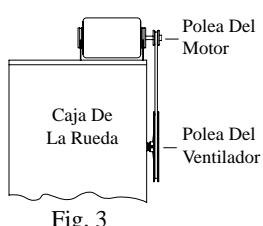

Fig. 3
- Instale la polea del motor.** Instale la polea ajustable del motor para que quede alineada con la polea del ventilador (Véase fig. 3) y apriete el tornillo.